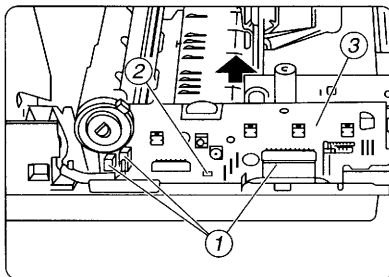

Рис. 17. Последовательность демонтажа печатной платы панели управления
- отсоедините три разъема 1 и отогните защелку 2 (см. рис. 17);